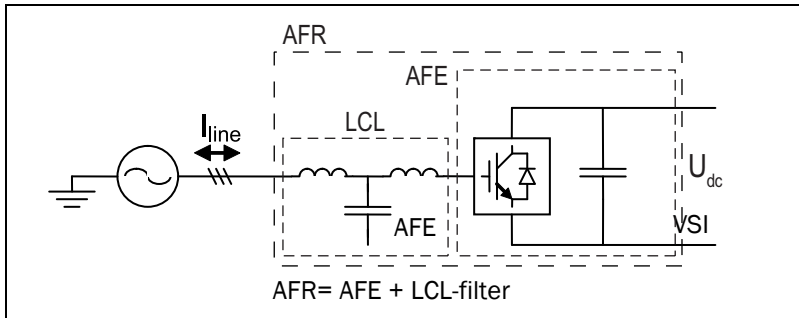

Fig. 3 AFR
AFR består av Emotrons kraftelektronikmodul (AFE) som är ansluten till nätet via LCL-filtret som Fig. 3 visar. Huvudsyftet med Emotron AFR är att likrikta matande växelspänning till likspänning som ska tillföras eller återmatas från VSI:erna (motorväxelriktare). Den håller även övertonsinnehållet i strömmen som utväxlas med nätet på en låg nivå, vilket bibehåller THD(I) under 5 %. AFR erbjuder AFE-standardfunktioner som: